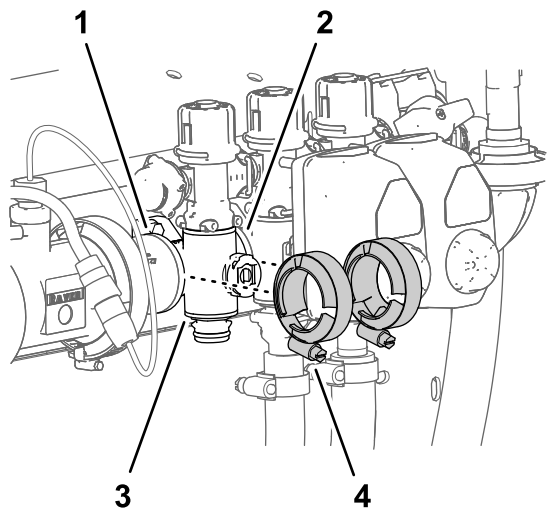

图 115
4. 将在拆下喷洒臂段歧管阀(页码 63)中卸下的法兰夹具松松安装到喷洒臂段阀歧管的法兰上以及其他喷洒臂段阀和/或耦合适配器的法兰上图 115。
7. 用手拧紧 2 个法兰夹具 图 115。